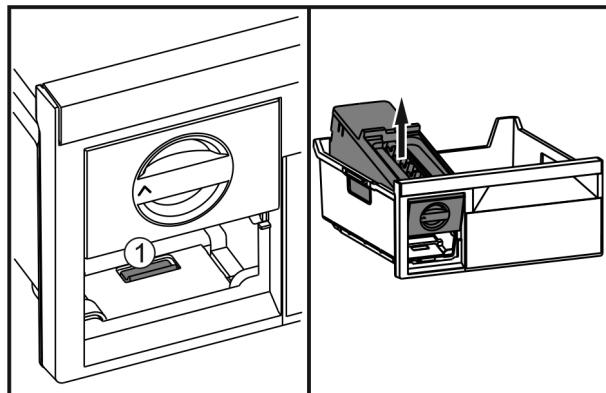

Fig. 55
- Pritisnite spojnicu Fig. 55 (1), podignite EasyTwist-Ice otraga i izvadite iz ladice za zamrzavanje.